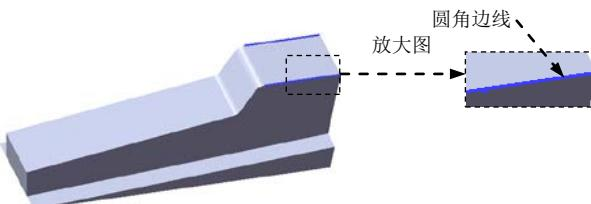

图 16.5.9 圆角边线
(2) 定义圆角类型。采用系统默认的圆角类型。
(3) 定义圆角对象。选取图 16.5.9 所示的边线为要圆角的对象。
(4) 定义圆角的半径。在**圆角项目(D)**区域的文本框中输入圆角半径值 0.5，选中**切线延伸(G)**复选框。
(5) 单击“圆角”对话框中的 \checkmark 按钮，完成圆角 3 的创建。